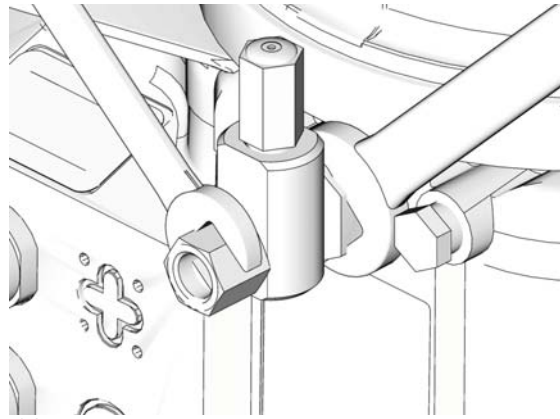

FIG. 20
1. Afloje el accesorio del elemento de bomba (FIG. 20).
3. Apriete el accesorio del elemento de bomba utilizando dos llaves que funcionen en direcciones opuestas (FIG. 20).